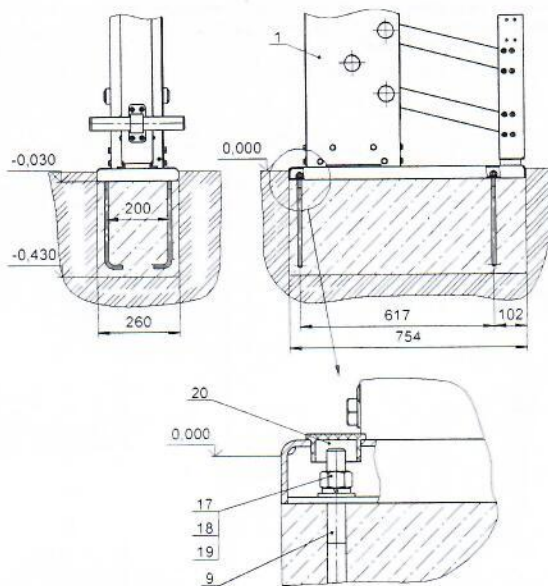

Рис.3
12.3.8 Убедиться в сухости и прочности залитого бетона. Установить платформу со стойкой (поз. 1, 2) на анкерные болты и закрепить, установить заглушки поз. 20 (рис. 3)